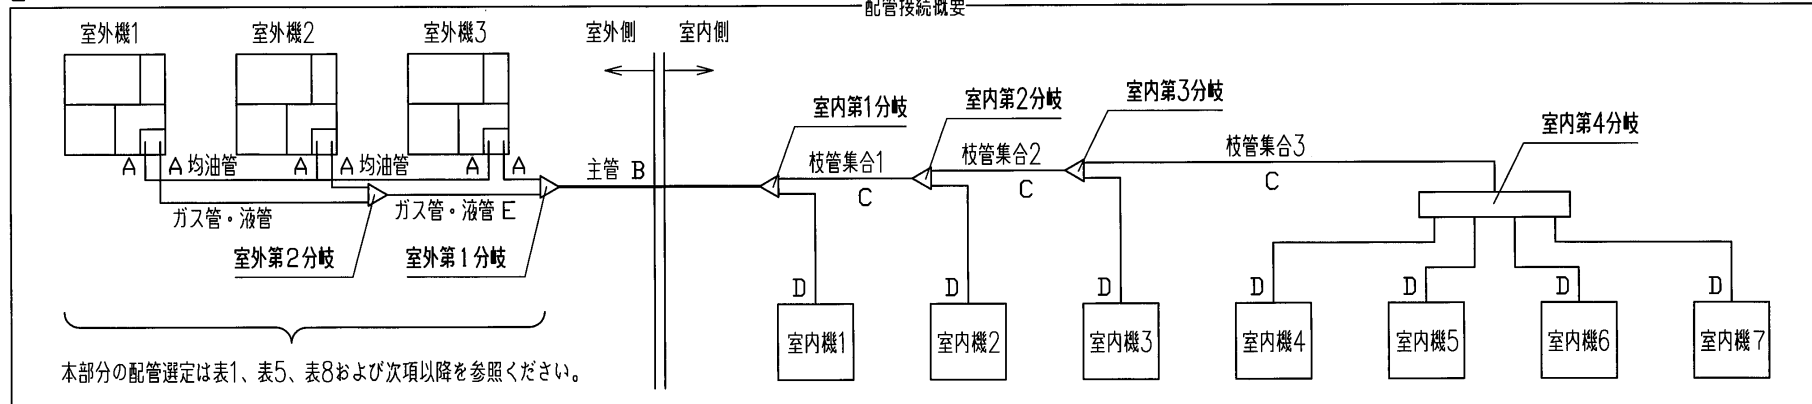

図1
(1) 室外機～室外機側の分岐間：図1のA部
(2) 主管 (室外側の分岐～室内側の第一分岐間)：図1のB部
(3) 室内側の第一分岐～室内側分岐間：図1のC部
●下流に接続される室内機の容量の合計により下表により選定ください。但し、主管 (図1のB部) サイズを超えないでください。
(4) 室内側分岐～室内機間：図1のD部
4) 3台組合せ用室外分岐管配管選定：図1のE部